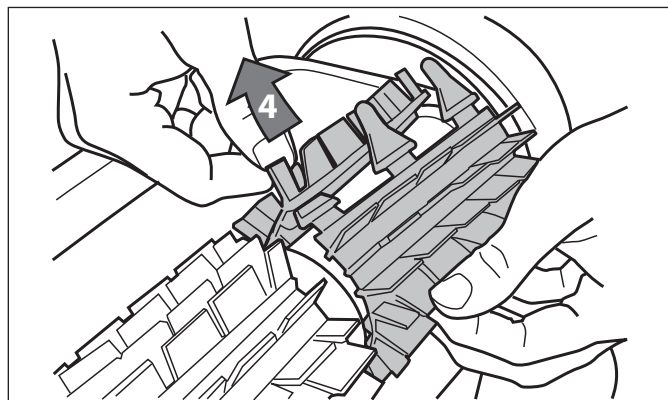

Figure 31. Insérer les ongles dans chaque fente
4. Fileter doucement chaque onglet à travers la fente fournie, de manière à ce que le talon sorte sur l'autre côté de l'ouverture. Se référer à la Figure 31.